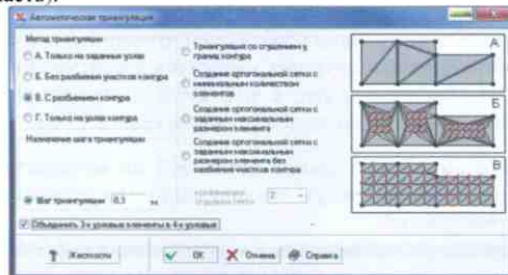

Рис. 5.12-5. Диалоговое окно Автоматическая триангуляция
- нажать кнопку **Генерация треугольной сетки КЭ на плоскости**  и назначить параметры триангуляции в диалоговом окне **Автоматическая триангуляция** (рис. 5.12-5);
Перед выполнением триангуляции в окне **Автоматическая триангуляция** (см. рис. 5.12-5) выбирается метод триангуляции, назначаются параметры и задаются (если это необходимо) жесткостные характеристики конечных элементов (для этого используется кнопка **Жесткости**).